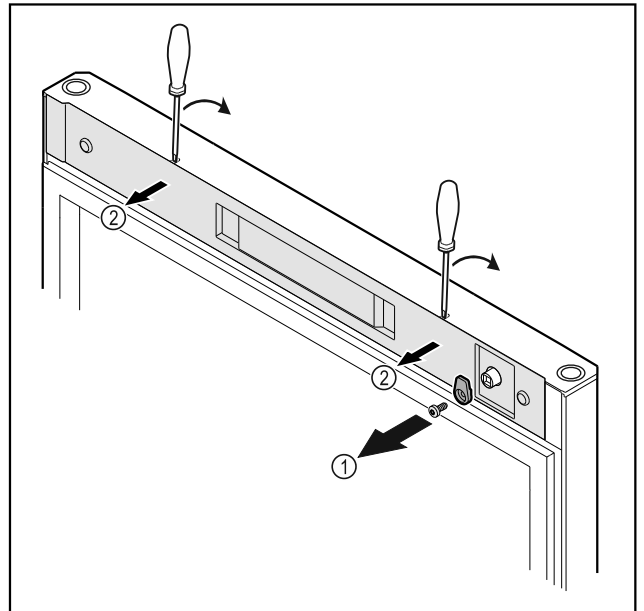

Fig. 18
- Schließhaken Fig. 18 (1) abschrauben.
- Abdeckung Fig. 18 (1) mit einem kleinen Schraubendreher ausrasten und abnehmen.